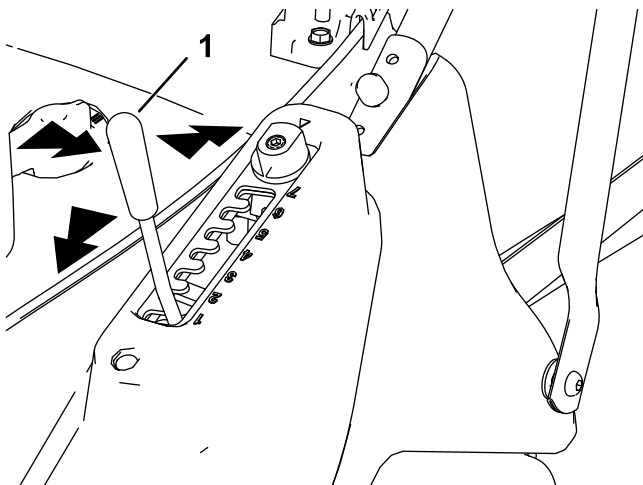

Figura 12
1. Trageți maneta pentru înălțimea de tăiere și trageți lateral pentru a o decupla din canelura de blocare (Figura 12).
2. Împingeți maneta în față pentru a reduce sau trageți-o în spate pentru a mări înălțimea de tăiere (Figura 12).
3. Eliberați maneta în poziția dorită și asigurați-vă că se blochează ferm în una dintre cele 7 caneluri de setare (Figura 12).